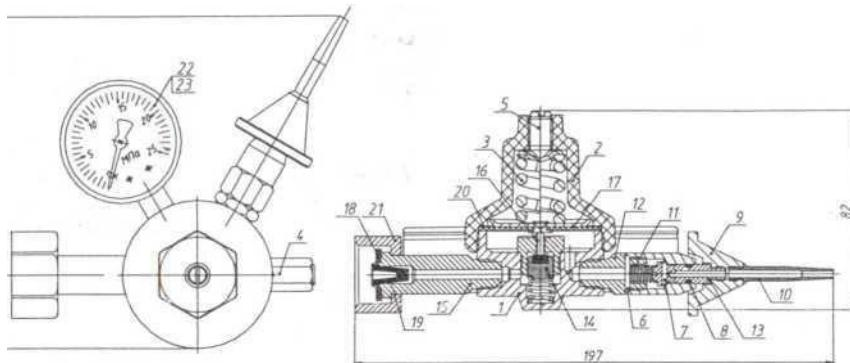

Рис. 1
- Наибольшее давление газа на входе, МПа (kgs/cm^2) 20 (200)
- Наибольшее давление срабатывания ПК предохранительного клапана, МПа (kgs/cm^2) 0,8 (8)
- Габаритные размеры, мм, не более 136x82x197(см.) рис.1)
Устройство редуктора и присоединительные размеры приведены на рис.1.